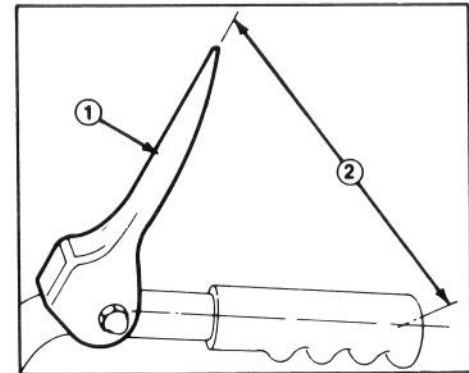

Figure 5
5. Tirez doucement la machine vers l'arrière tout en comprimant lentement le levier de commande de traction vers le mancheron. Le réglage est correct lorsque les roues s'arrêtent de tourner et la distance entre le haut du levier de commande et le centre du mancheron est de 4,5 pouces (11.5 cm) (Fig. 5).